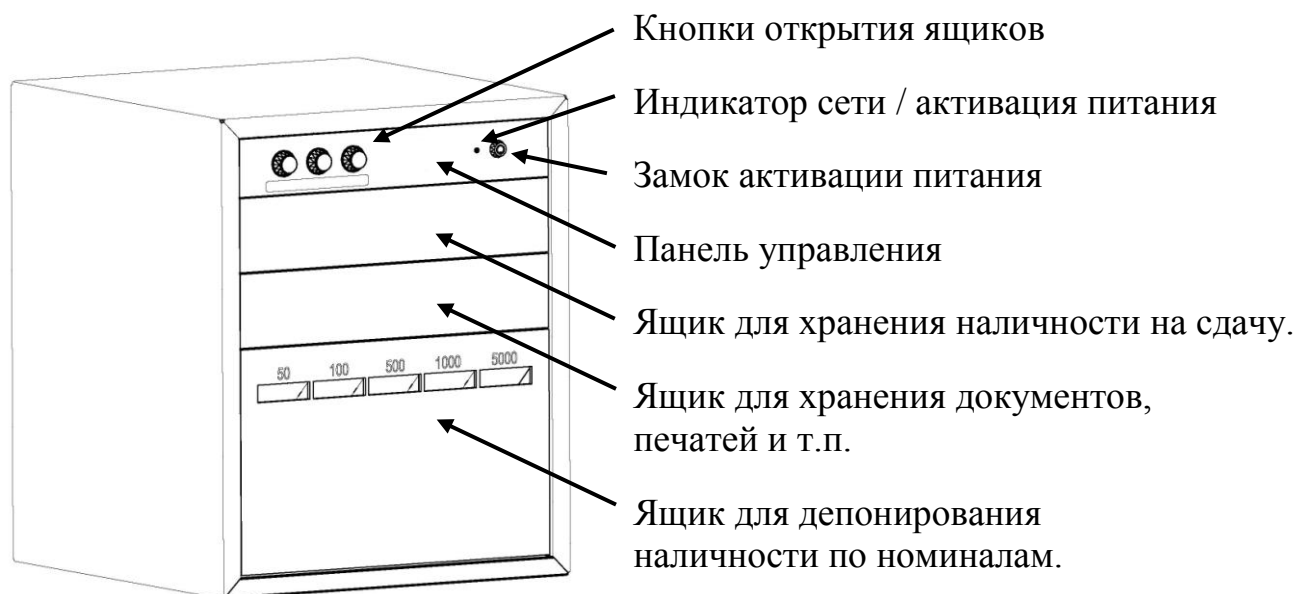
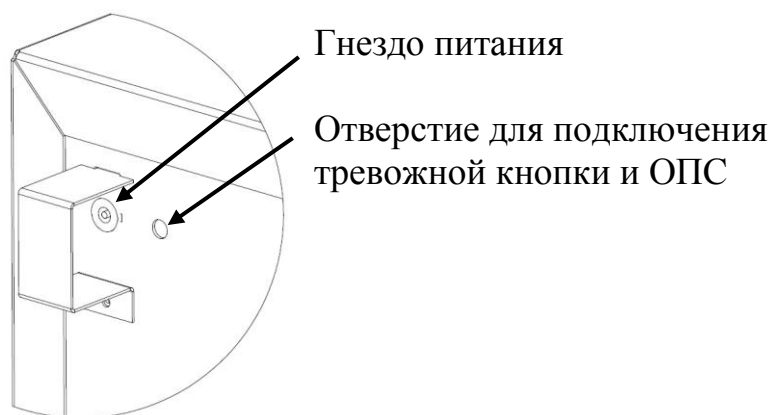

Рис. 1 Общий вид.
Рис.2 Расположение гнезда питания и отверстия для подключения тревожной кнопки и ОПС.
Общий вид и основные элементы управления приведены на рис.1.
2. Подключите сетевую кабель к блоку питания, затем низковольтный разъем блока питания воткните в гнездо, расположенное на задней стенке темпокасы (рис.2), при этом на панели управления красным цветом загорится индикатор сети (рис.1).